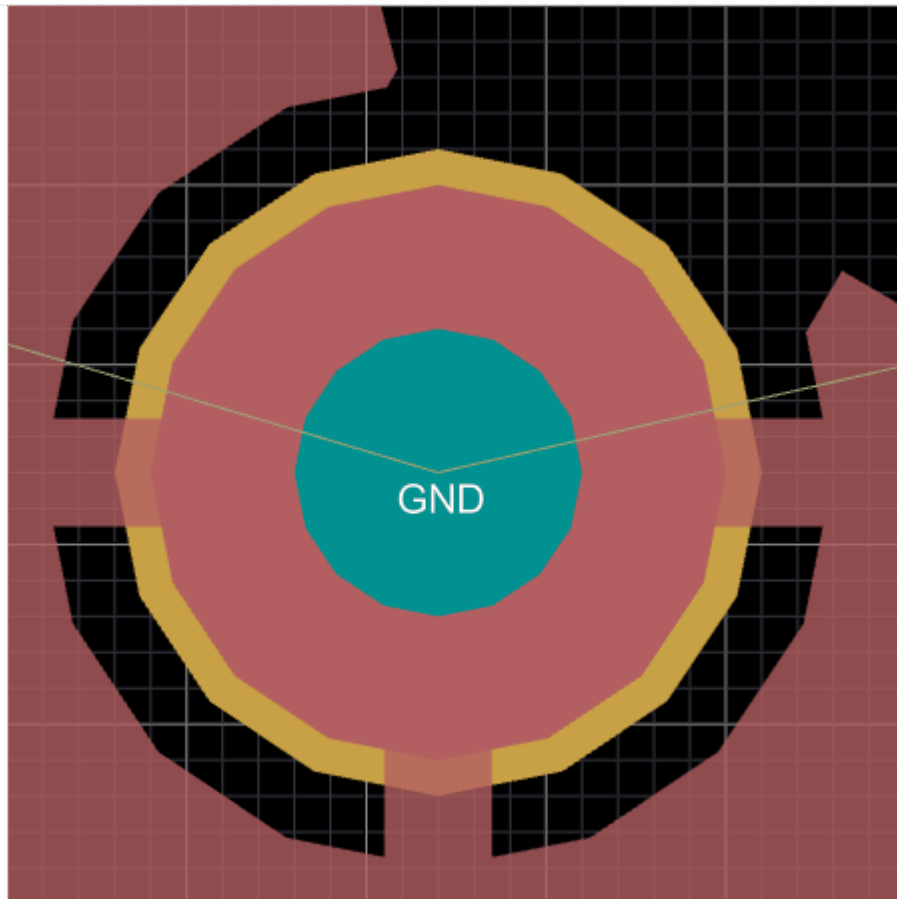

Рисунок 149. Подключение КП проводниками
**Примечание** — Подключение проводников возможно только с тех сторон КП, которые полностью находятся внутри контура заливки полигона (см. рисунок 149).